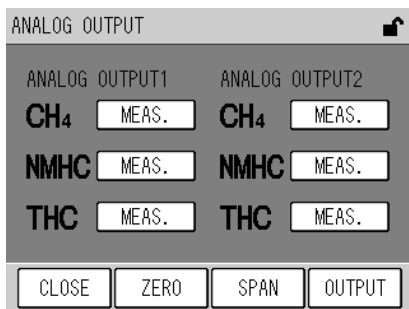

Fig. 55 ANALOG OUTPUT Fenster
- [ANALOG OUTPUT]: Zeigt das Fenster ANALOG OUTPUT (Fig. 55 auf Seite 42).
5. **Drücken Sie die Taste [CLOSE], um zum Fenster ANALOG OUTPUT zurückzukehren (Fig. 55 auf Seite 42).**